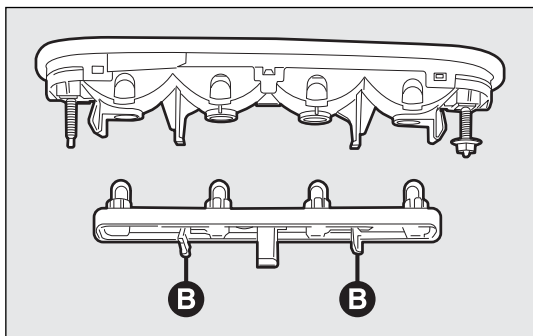

fig. 202
- apretar las aletas B-fig. 202 y extraer el portalámparas;